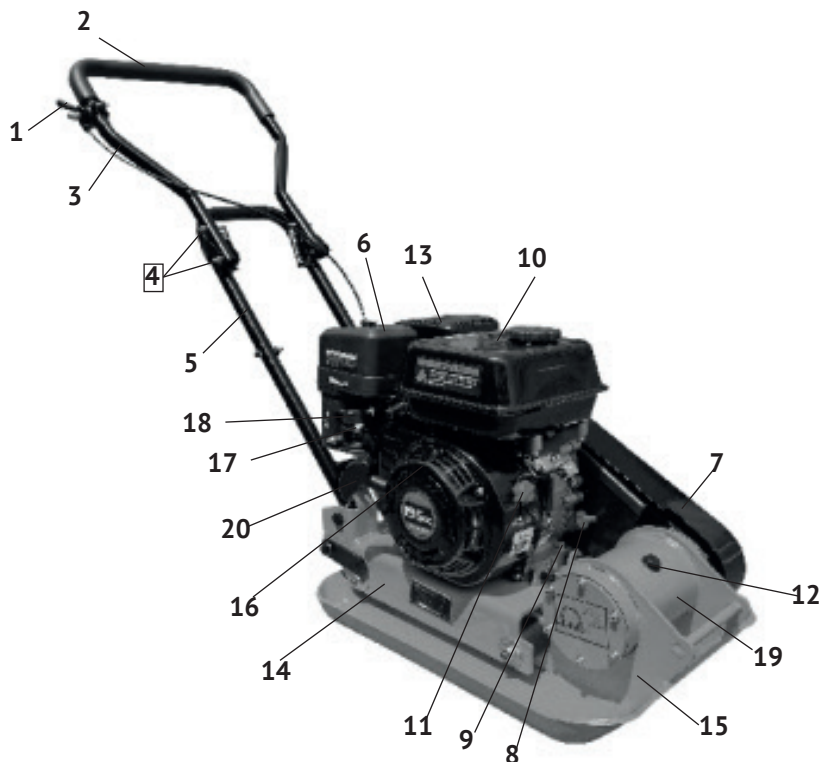

рис.1
2.4 Общий вид виброплиты представлен на рис.1
Основным несущим узлом виброплиты является цельнометаллическая основа (рис.1 поз.15), выполненная заодно с корпусом вибратора, имеющая форму широкой «лыжи» с загнутыми краями. Сверху на основание плиты крепится, с использованием виброамортизаторов (резиновых подушек), платформа двигателя (рис.1 поз.14). Платформа двигателя – сварная конструкция, являющаяся базовым узлом, на которую крепятся: двигатель с приводом, рукоятка управления и кожух ремённой передачи.
В корпус вибратора (рис.1 поз.19), на подшипниках, смонтирован эксцентриковый вал, закрытый с торцов крышками. На выходном конце вала закреплён шкив ремённой передачи.
При вращении эксцентрикового вала вибратора создается центробежная сила, приводящая к вибрации основания (рис.1 поз.15). Амплитуда колебаний в передней части виброплиты больше, чем сзади, что приводит к движению виброплиты вперёд.
- ослабив болтовые соединения (рис.2 поз.1), повернуть верхнюю часть рукоятки управления (рис.1 поз.6) из транспортировочного положения в рабочее;
- прикрепить (если не установлен) двумя хомутами к верхней части рукоятки рычаг дроссельной заслонки (рис.1 поз.1).
Открутите крышку топливного бака (рис.1 поз.10). Заливайте бензин в топливный бак не более чем на 1 см ниже уровня основания заливной горловины. Перед запуском двигателя тщательно протрите крышку бензобака, удалив возможные при заправке брызги топлива.
- медленно потянуть за рукоятку стартера (рис.1 поз.16) до появления сопротивления, а затем резким движением вытянуть трос на всю длину. Повторите действие ещё раз, если двигатель не завёлся;